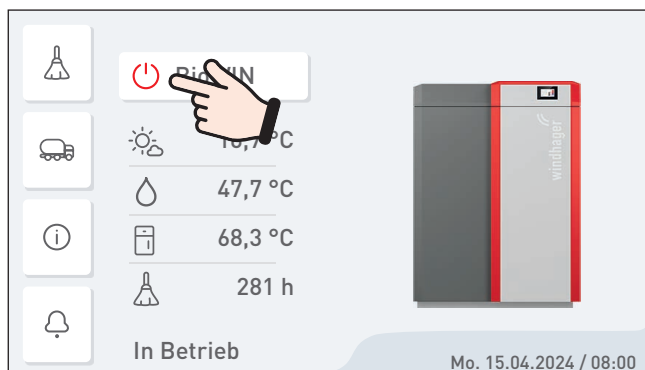
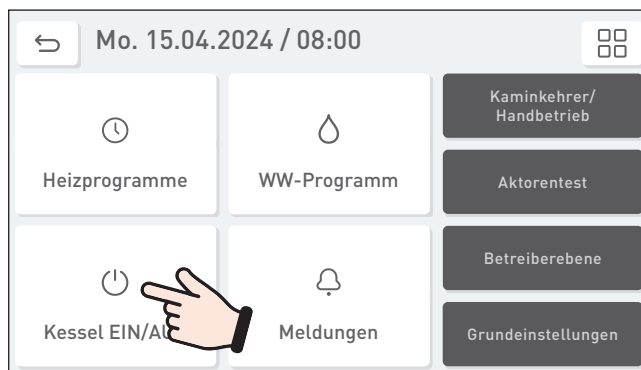

Fig. 3 BioWIN 2 Touch ausschalten
Fig. 4 BioWIN 2 Touch ausschalten
► Vor dem Öffnen der Verkleidungstür Heizkessel unbedingt vorher mit der **EIN/AUS-Taste** (siehe Fig. 3, Fig. 4) ausschalten und auskühlen lassen (keine Anzeige am Display).